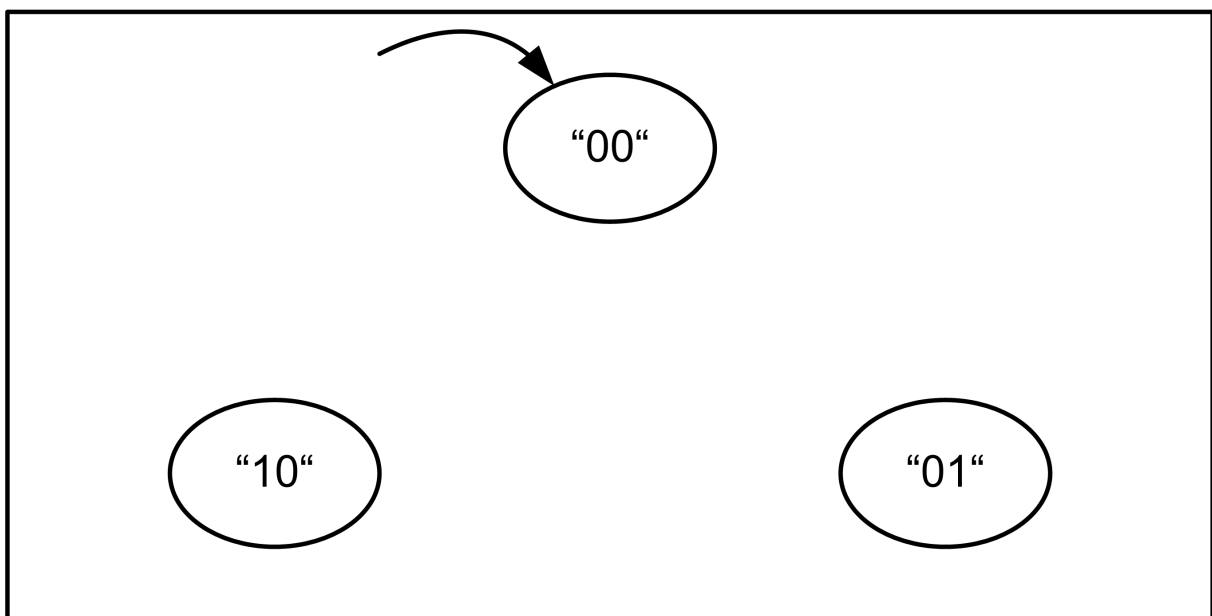

Abbildung 1: Automatengraph
- (b) Vervollständigen Sie den Automatengraph für die Entity FSM in Abbildung 1. Der Automat hat genau drei Zustände und ist nach einem Reset im Zustand "00". Hinweis: Der *when others* Fall muss nicht mit abgebildet werden.